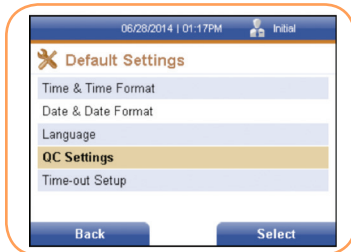

FIGURA 15
3. Escriba los números que desee en los campos de texto mediante las teclas numéricas en el lector, pulse la tecla programable derecha para aceptar los cambios realizados, o bien seleccione la tecla programable derecha para realizar los cambios realizados en las opciones de tiempo. Con cualquiera de las dos opciones el usuario volverá al menú anterior (Figura 15).